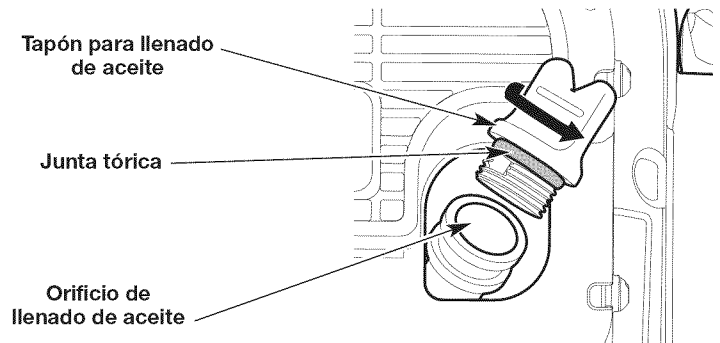

Fig. 11
3. Limpie la zona que rodea el tapón de llenado de aceite (Fig. 11) a fin de evitar que ingresen residuos en el orificio de carga de aceite.
**NOTA:** Compruebe que la junta tórica esté en su lugar en el tapón de llenado de aceite (Fig. 11).
1. Limpie la zona que rodea el tapón de llenado de aceite (Fig. 11) a fin de evitar que ingresen residuos en el orificio de carga de aceite.